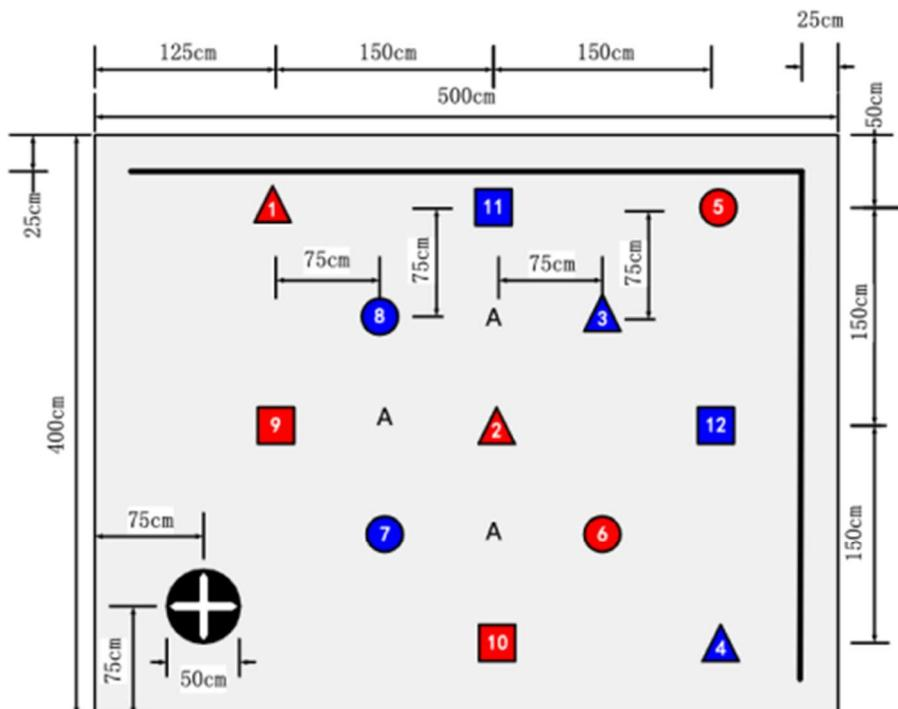
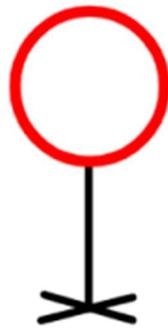

图 1 送货无人机作业区示意图
图 3 圆框示意图
设计一基于多旋翼飞行器的送货无人机，能够根据不同的要求，向指定的目标地点运送货物。图 1 为作业区域示意图，有起飞降落点和多个具有不同特征的目标地点。
- (1) 参赛队在赛区提供的场地测试，不得擅自改变测试环境条件。
- (2) 送货作业区域铺设亚光喷绘布为淡灰色 (R-240、G-240、B-240)，目标地点的形状有三种 (圆、正方形、三角形，最大边长或直径为 25cm)，颜色有红、蓝两种 (红 R-255、G-0、B-0，蓝 R-0、G-0、B-255)；作业区上、右两侧有 1.8cm 宽黑色标志线；应考虑到材料及颜料导致颜色存在差异的可能性。
- (3) 测评将现场准备图 1 所示 6 种送货目标的特征样板，如“红色三角形”、“蓝色正方形”等，以备给无人机识别。
- (4) 送货目标中的数字并非给无人机识别用，仅为了描述、记录方便，颜色与目标底色相近。
(5) 作业区域中标志“A”所在附近区域可放置供无人机穿越的圆框，见图 3，圆框可采用外径约 110cm 的红色呼啦圈，呼啦圈固定在地面支架上，圆心高度约 150cm，支架为黑色。
(6) 400cm×500cm 作业区四周及顶部设置安全网，安全网支架在安全网外。
(7) 测试现场避免阳光直射，但不排除顶部照明灯及窗外环境光照射，参赛队应考虑到测试现场会受到外界光照或室内照明不均等影响因素；测试时不得提出光照条件要求。